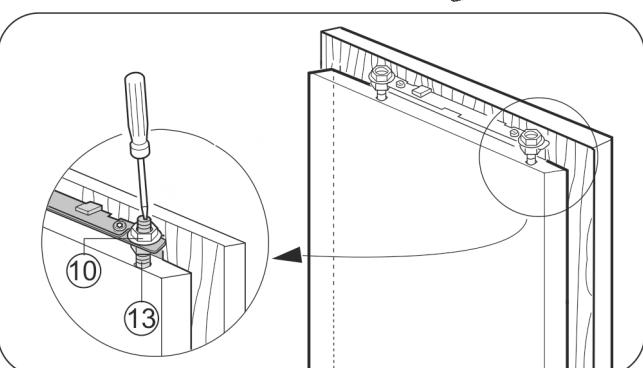

Fig. 30
- Pritegnite protumatice Fig. 30 (10) imbus ključem veličine 13, pritom odvijačem pridržavajte svornjak za podešavanje Fig. 30 (13).